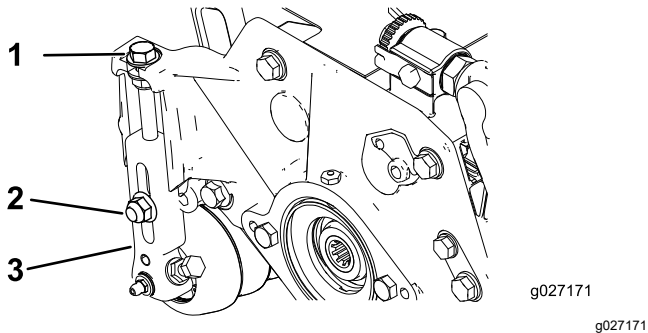

Figura 14
1. Afloje las contratuercas que sujetan los soportes de ajuste de la altura de corte a las chapas laterales de la unidad de corte (Figura 14).